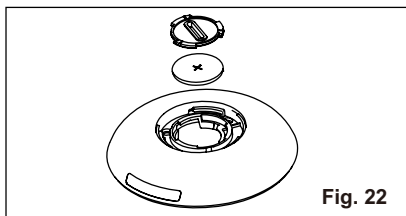

Fig. 22
3. Gör på samma sätt för att öppna skyddslocket på insidan och ta ut batteriet. (Fig. 22)